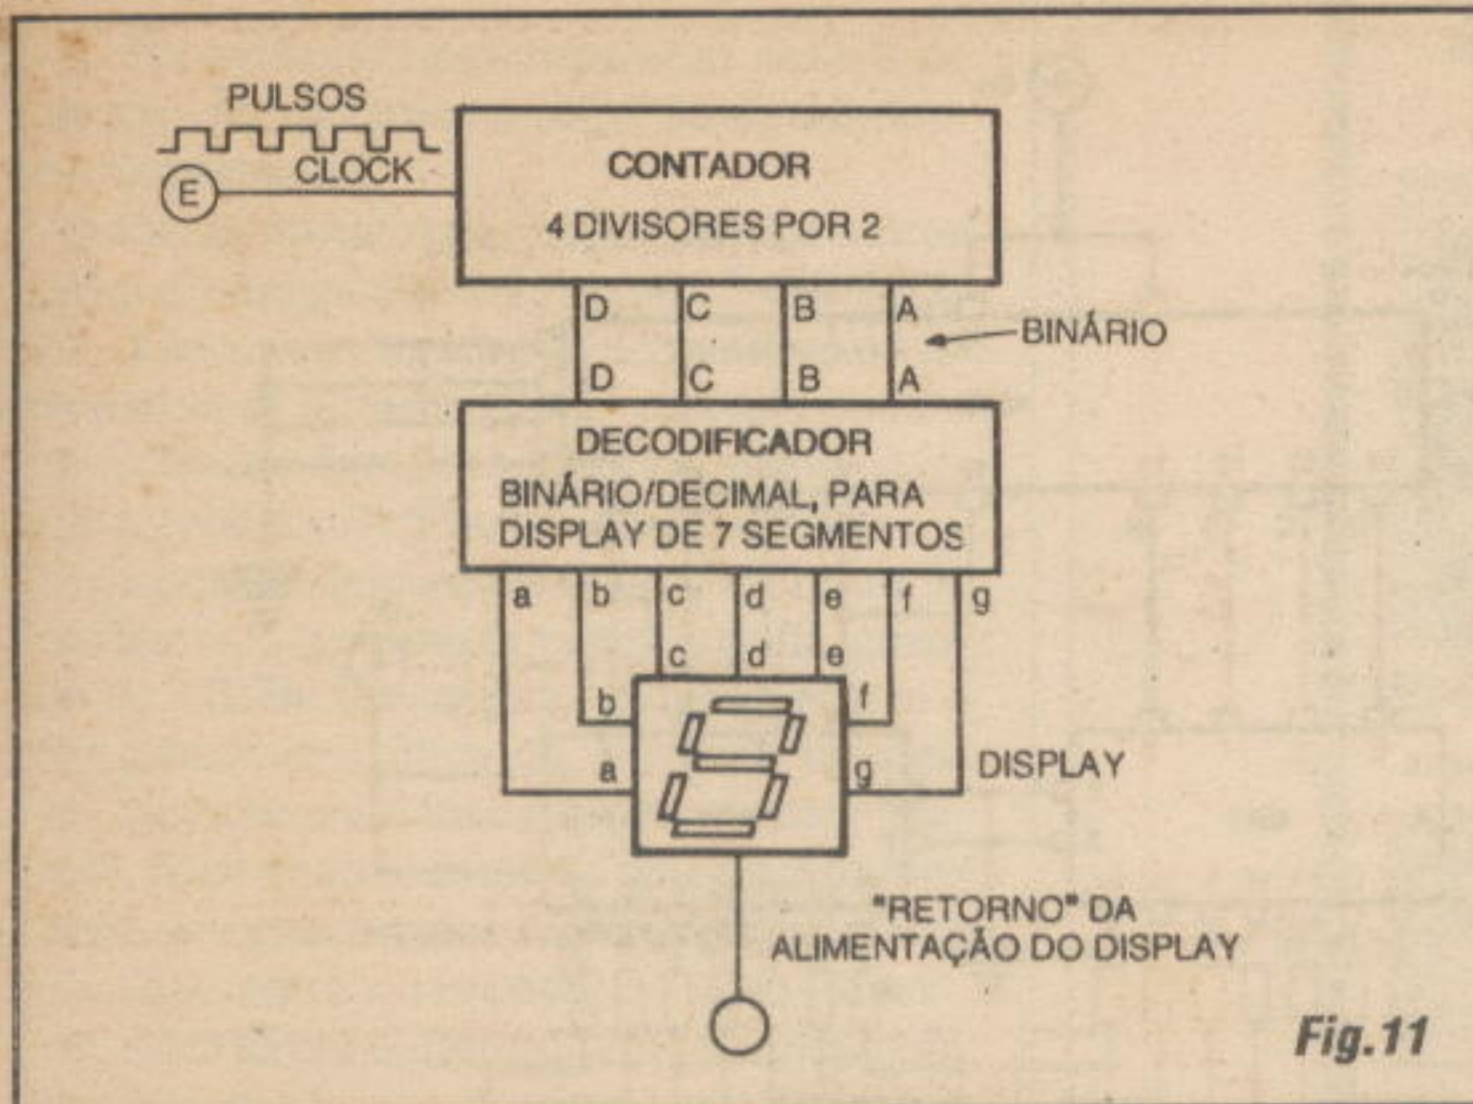

Fig. 11
**- FIG. 11 - DECODIFICANDO A DECODIFICAÇÃO (PUTZGRILA...!) -** A coisa, agora, parece que está se complicando, mas basta um pouco de atenção, para corretamente *pegar* e entender cada uma das várias fases de decodificação necessárias a final indicação numérica num *display* do tipo estudado... Novamente lembramos que *é possível*, através de uma parafernália de *gates* de diversos tipos (todos já estudados...) e de complexas interconexões, DECODIFICAR a notação binária **0100**, transformando-a num conjunto de níveis correspondente a **0110011**, a partir do que a excitação do *display* faria este mostrar o correspondente número decimal 4 (perceberam que são várias as DECODIFICAÇÕES necessárias...?). Entretanto, de novo, cairíamos em excessiva complexidade circuital, encarecendo o sistema, e tornando tudo um verdadeiro *trambolho*... Tudo resolvido, porém, graças às habilidades dos projetistas industriais, que desenvolveram integrados digitais com a função específica de DECODIFICADORES BINÁRIO/DECIMAL PARA DISPLAYS DE 7 SEGMENTOS (o nome é só aparentemente complicado...). Tais integrados, normalmente, apresentam 4 *entradas* DCBA (correspondentes a recepção dos níveis digitais relativos à notação binária